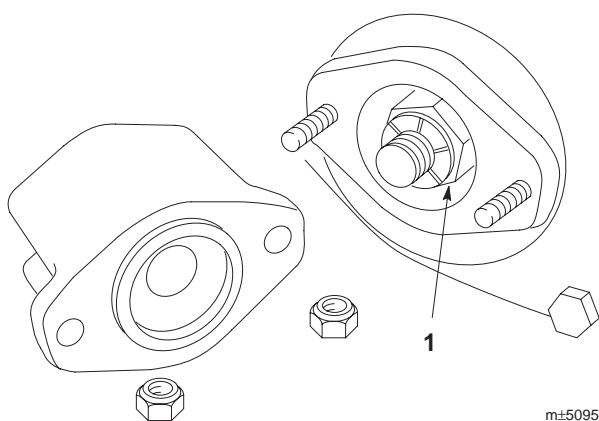

図 14
- 3 . リール・シャフトの片側からベアリング調整ナットを外し（図 14）、リール・シャフトの反対側から特殊プラインナットを外す。